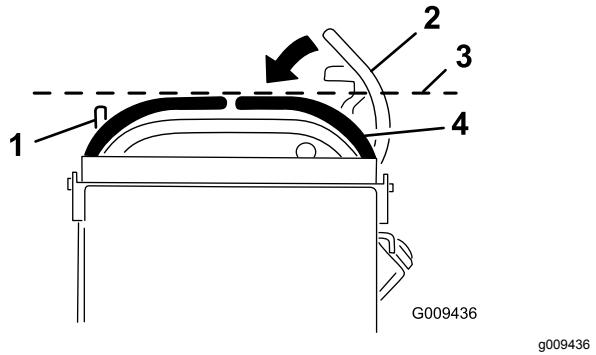

Bild 73
3. Drücken Sie die Fahrantriebshebel nach unten und außen aus der ARRETIERTEN NEUTRAL-Stellung (**Bild 73**).
4. Prüfen Sie, ob der rechte Fahrantriebshebel mit dem linken Fahrantriebshebel horizontal eingestellt ist (**Bild 73**).